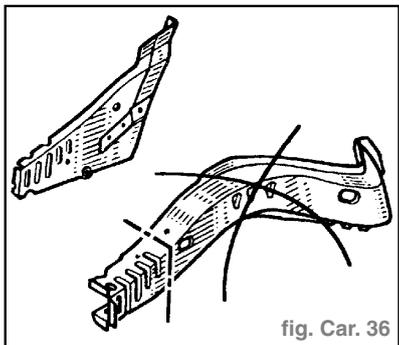

fig. Car. 36
- Pièce seule avec écrous soudés. (fig. Car. 36)